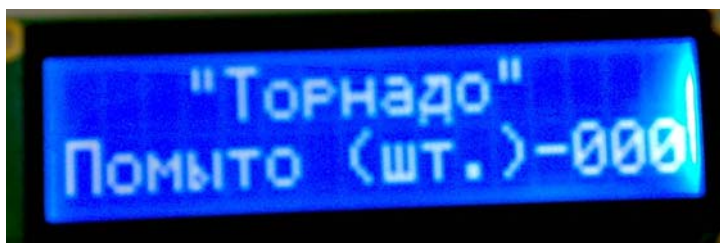

Рис. 7.2.
5.5. В ждущем режиме дисплей отображает количество помытых колес (рис.7.2). При достижении количества равного 300 колес на экране высветится надпись «Замените воду». Для обнуления счетчика и сброса сообщения необходимо, не выключая питания, нажать и удерживать кнопку «Обдув воздухом «V» до тех пор пока сообщение не пропадет (3-5с)